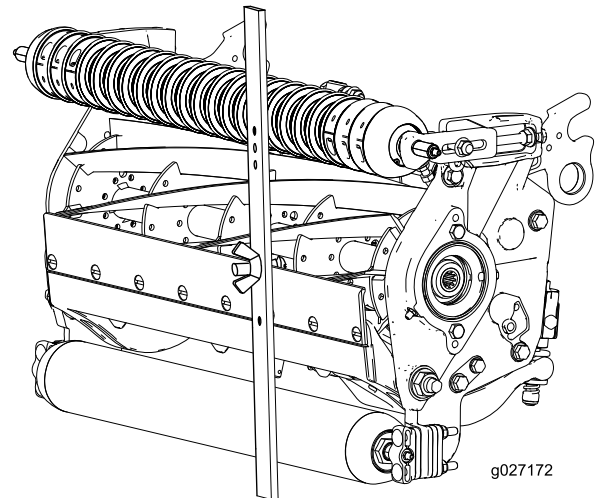

Bild 17
4. Haken Sie den Schraubenkopf an die Schnittkante des Untermessers ein, und stützen Sie das hintere Ende des Trägers auf der Heckrolle ab (Bild 17).
5. Drehen Sie die Einstellschraube, bis die Frontrolle die Messlehre berührt (Bild 17).